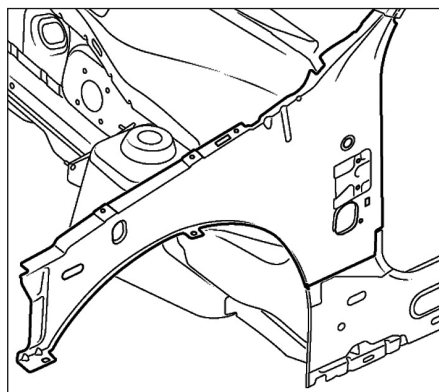

FIG.52
- Respecter la ligne de coupe (Fig.52).